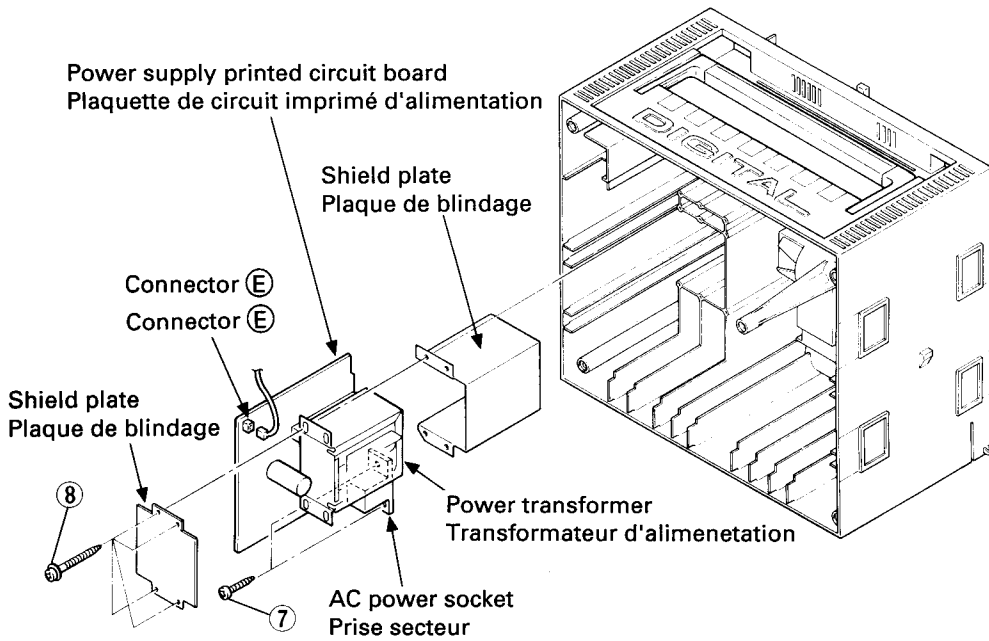

Fig.4
disconnect connector ⑭. Pull the power supply printed circuit board and shield plate assembly forwards out of the case. (Fig. 4)
Retirer les deux vis (7) et les quatre vis (8), puis débrancher le connecteur (E). Tirer la plaquette de circuit imprimé d'alimentation et l'ensemble plaque de blindage vers l'avant, pour les sortir du boîtier. (Fig. 4)